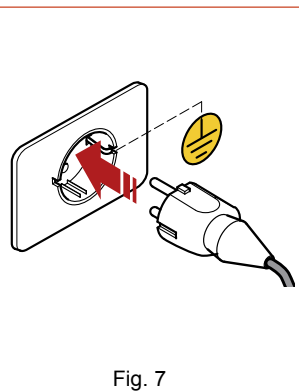

Fig. 7
- Riportare il macinadosatore nella posizione verticale, quindi collegare il cavo alla presa di alimentazione predisposta (Fig. 7).